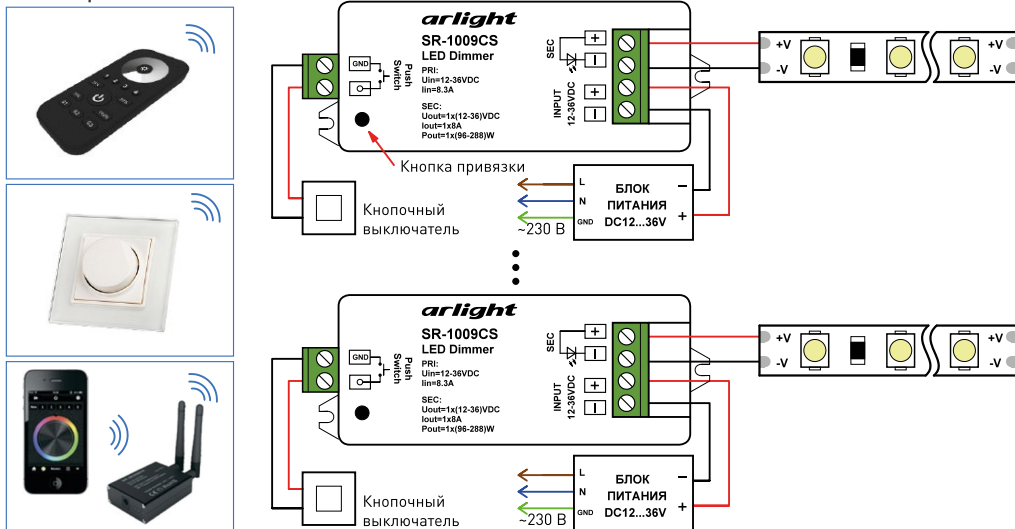

Рис. 1. Схема подключения оборудования на примере диммера SR-1009CS.
- 3.4. Подключите диммеры и светодиодную ленту (см. инструкцию к используемому контроллеру или диммеру). Пример подключения диммеров приведен на Рис. 1.